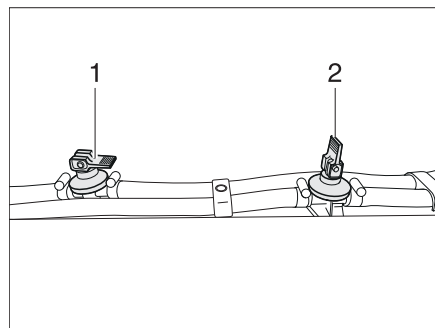

Bild 293 Ablasshahn
- Alle Ablasshähne schließen. Dazu den Kipphebel (im Bild 293,1) waagrecht stellen.